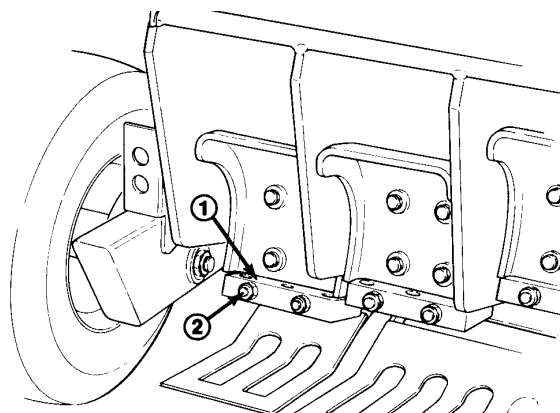

Figure 9
4. Desserrer 2 écrous hexagonaux du chaque bloc de louchets de manière à pouvoir introduire les louchets. Introduire les louchets jusqu'à ce qu'ils ressortent par la bride du bloc (Fig. 9).